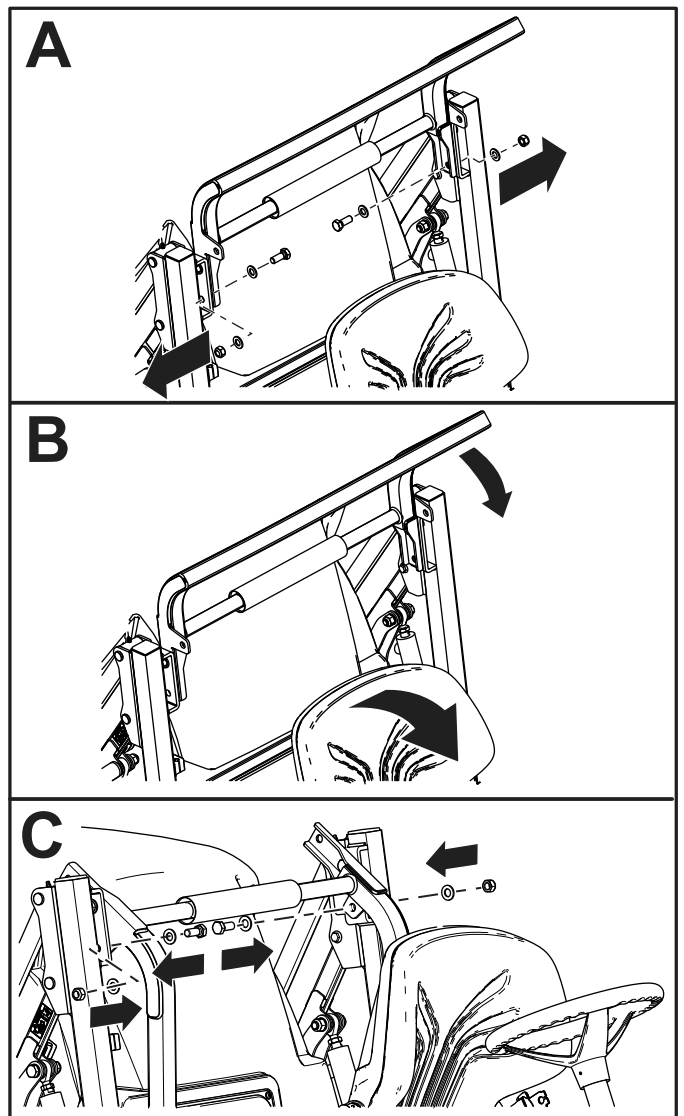

Figura 18
4. Retire las tuercas, los pernos y las arandelas (Figura 18).
6. Baje la barra antivuelco y sujétela con las tuercas, los pernos y las arandelas (Figura 18).
**Nota:** Siga los pasos de la Figura 18 en sentido inverso para elevar la barra antivuelco.
5. Retire las tuercas, los pernos y las arandelas de la barra antivuelco (Figura 18).
6. Eleve la barra antivuelco y sujétela con las tuercas, los pernos y las arandelas (Figura 18).